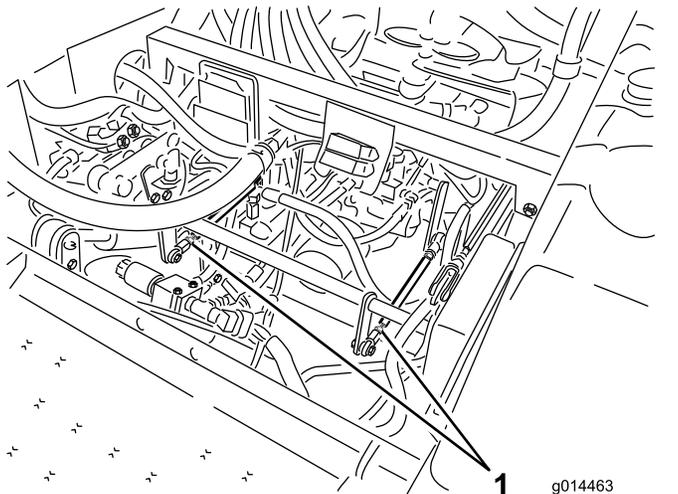

图38
- 如果左后轮胎正在旋转请松开左传动控制杆上的锁紧螺母 图38。